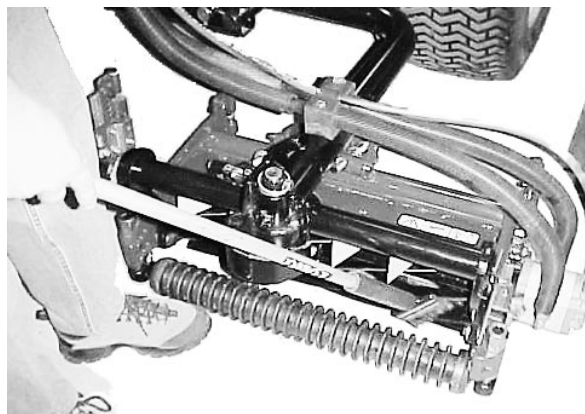

Fig. 51
8. Før på slipemasse med den langskaftede penselen som følger med maskinen (Fig. 51). Bruk aldri en kortskaftet pensel.